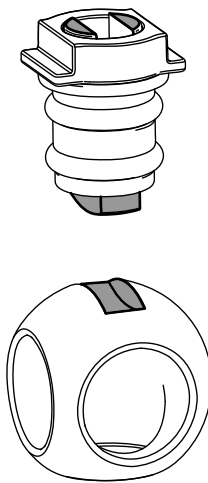

Figura 126
6. Inserte la bola en el cuerpo de la válvula (Figura 126).
Nota: El vástago de la válvula debe encajar en la ranura de accionamiento de la bola. Si el vástago de la válvula no encaja, ajuste la posición de la bola (Figura 126).